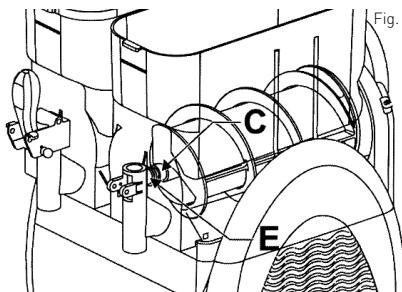

Fig. 21
- Plaats de kom daarna terug op zijn plaats, til de kop van de vijzel licht op, zodat deze is uitgelijnd met de positie (E) van de kom (zie Fig. 21).